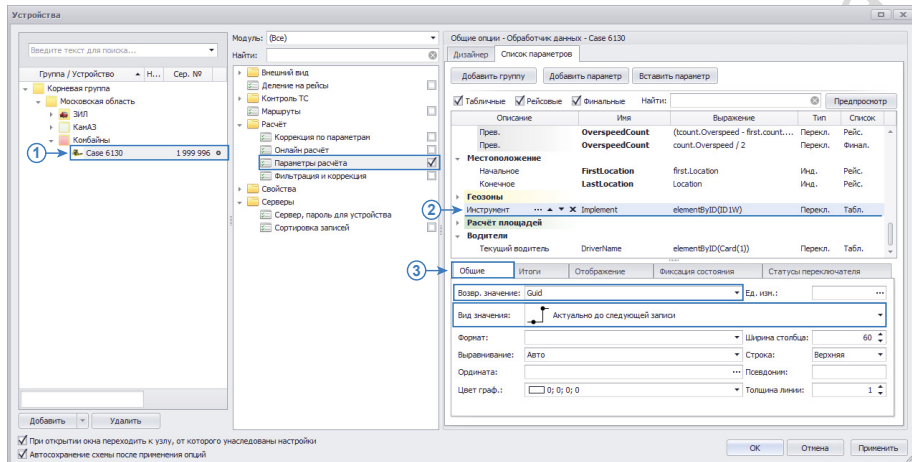

Рис.2. Создание параметра для определения инструмента ТС.
- В этом меню слева расположен список транспортных средств схемы. Для того чтобы создать новое ТС для мониторинга, необходимо добавить новый элемент в список, затем задать название и указать серийный номер бортового контроллера, установленного на этом ТС (Рис.2, п.1).
• В списке параметров (Рис.2, п.2):
• На вкладке «Общие» (Рис.2, п.3):